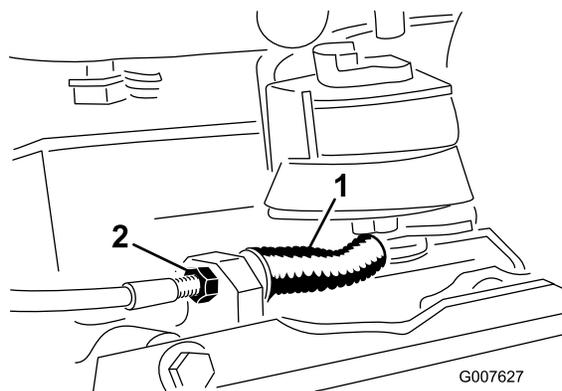

Рисунок 34
- Для уменьшения натяжения тросика отпускаяйте переднюю зажимную гайку тросика и затягивайте заднюю гайку (Рисунок 34). Повторите этапы 1 и 2 и при необходимости повторите регулировку.
- Для увеличения натяжения тросика затягивайте переднюю зажимную гайку тросика и отпускаяйте заднюю гайку (Рисунок 34). Повторите этапы 1 и 2 и при необходимости повторите регулировку.